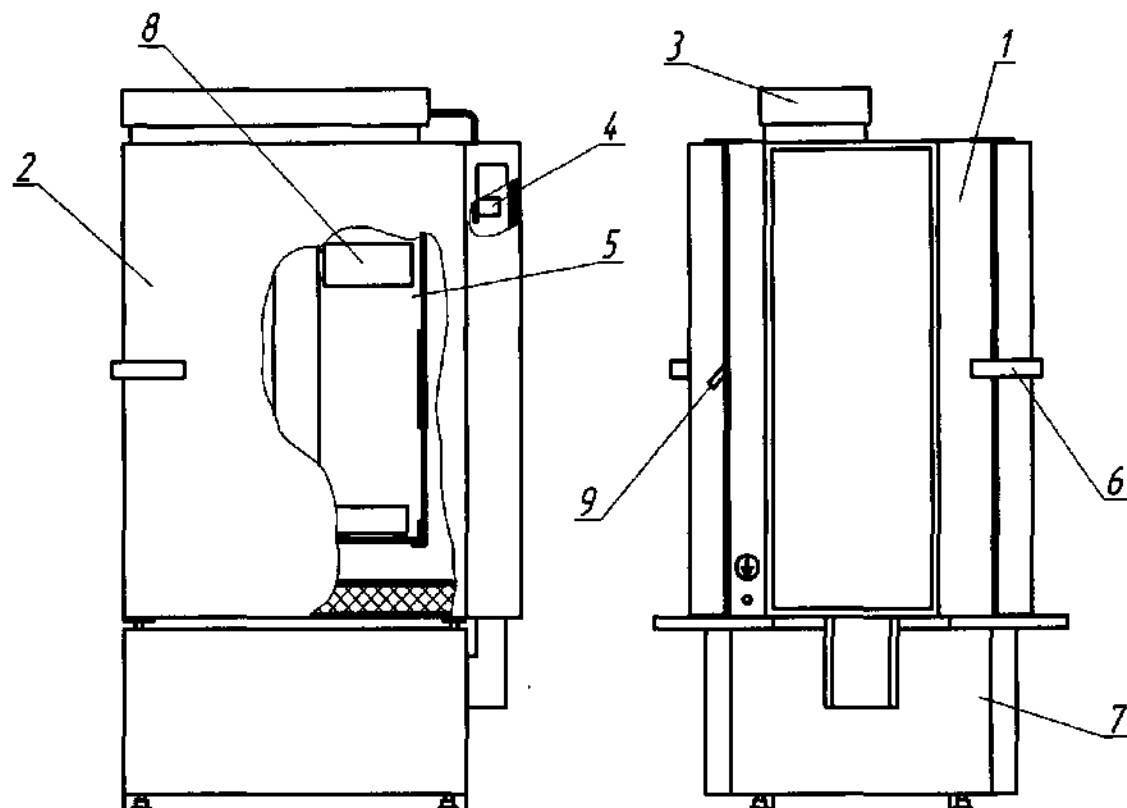
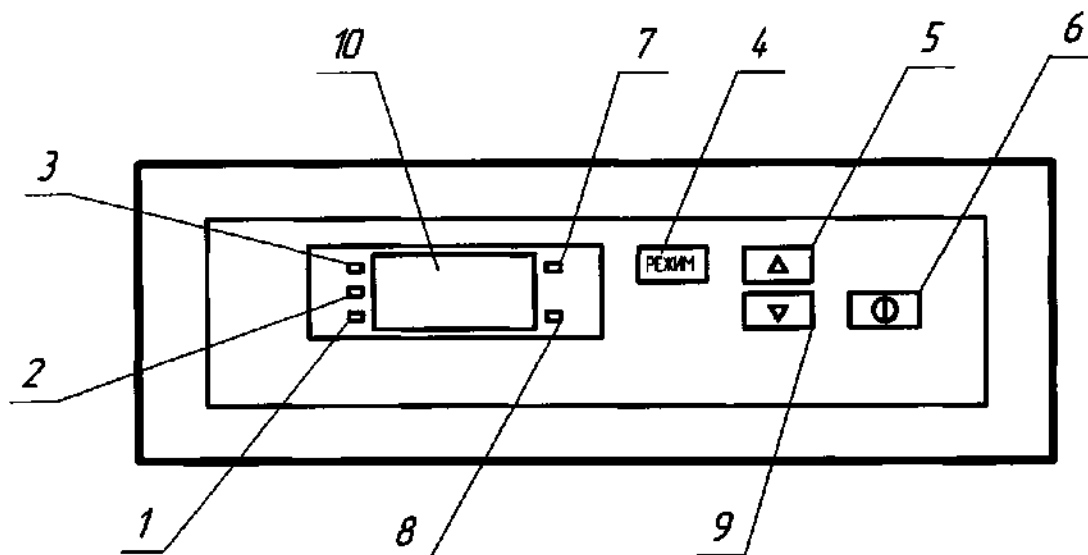
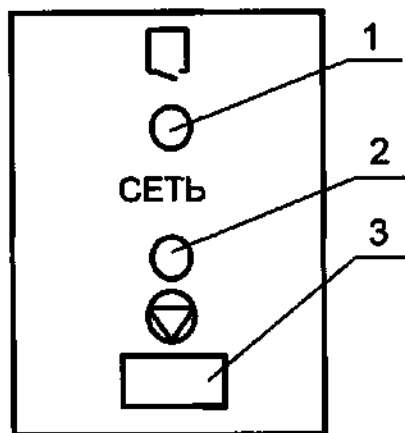

Рисунок 1 – Стерилизатор воздушный двухдверный ПД-320-ПЗ
Рисунок 2 – Расположение органов управления стерилизаторами на блоке управления
Рисунок 4 – Расположение органов управления стерилизатором на панели подставки.
Общий вид стерилизатора приведён на рис. 1.
Двери закрываются при помощи ручки (поз.6, рис.1).
После включения стерилизатора переводом автоматического выключателя (поз.9, рис.1) в положение "I". На блоке управления загорится индикатор (поз.7, рис. 2), показывающий текущую температуру в стерилизационной камере.
Для запуска выбранной программы кратковременно (не более 2 сек) нажать на поле " " (поз.6, рис. 2). Стерилизатор перейдет в фазу «ПОДГОТОВКА». Информационное табло индицирует изменение температуры в камере. Происходит нагрев до установленного значения температуры.
При достижении заданной температуры стерилизатор переходит в фазу «СТЕРИЛИЗАЦИЯ». Включается светодиодный индикатор "СТЕРИЛИЗАЦИЯ" (поз.3, рис. 2), информационное табло попеременно индицирует время выдержки и текущую температуру в камере. Происходит выдержка при заданной температуре, по истечении которой стерилизатор переходит в фазу «ОХЛАЖДЕНИЕ».
В фазе «ОХЛАЖДЕНИЕ» индикатор продолжает показывать изменение температуры в камере и горит индикатор "ОХЛАЖДЕНИЕ" (поз.2,рис. 2). Температура в камере падает. При понижении температуры до 75°C гаснет индикатор "ОХЛАЖДЕНИЕ", загорается индикатор "ВЫГРУЗКА" (поз.1, рис. 2) и звучит прерывистый звуковой сигнал, который выключается через 1 минуту.
ВНИМАНИЕ! НЕОБХОДИМО ПРОВЕРИТЬ НАПРАВЛЕНИЕ ВРАЩЕНИЯ КРЫЛЬЧАТКИ АКТИВАТОРА ВНУТРИ СТЕРИЛИЗАЦИОННОЙ КАМЕРЫ. ДЛЯ ЭТОГО ВКЛЮЧИТЬ СТЕРИЛИЗАТОР ПЕРЕВОДОМ АВТОМАТИЧЕСКОГО ВЫКЛЮЧАТЕЛЯ В ПОЛОЖЕНИЕ "I" (поз.9, рис. 1) И НАЖАТЬ НА ПОЛЕ "ПУСК" (поз. 6 рис. 2). ЕСЛИ КРЫЛЬЧАТКА ВРАЩАЕТСЯ ПО ЧАСОВОЙ СТРЕЛКЕ, ТО НЕОБХОДИМО ПОМЕНЯТЬ МЕСТАМИ ДВА ЛЮБЫХ ФАЗНЫХ ПРОВОДА ПИТАЮЩЕЙ СЕТИ.
2.3.2 Включить стерилизатор переводом автоматического выключателя (поз. 9, рис. 1) в положение "I". На блоке управления загорится индикатор отображения температуры (поз. 7, рис. 2), и на информационном табло (поз. 10, рис. 2) отображается текущая температура в стерилизационной камере.
Кратковременно (не более 2 сек.) нажать на поле "⊙" (поз. 6, рис. 2), при этом включится вентилятор принудительной циркуляции воздуха внутри стерилизационной камеры. Информационное табло показывает изменение температуры.
2.3.5 При достижении температуры заданного режима включается светодиодный индикатор "СТЕРИЛИЗАЦИЯ" (поз.3, рис. 2), а на информационном табло попеременно отображаются температура в камере и время работы в выбранном режиме. При необходимости процесс можно прервать, нажав на поле "ⓘ" (поз.6, рис.2) на блоке управления и удерживая в течение не менее 3 секунд.
2.3.6 После окончания времени стерилизации заданного режима гаснет запытая на дисплее индикации температуры и индикатор "СТЕРИЛИЗАЦИЯ". Индикатор температуры продолжает показывать изменение температуры в камере. Температура в камере падает. Загорается индикатор "ОХЛАЖДЕНИЕ" (поз.2, рис. 2).
2.3.7 При понижении температуры до 75°C гаснет индикатор "ОХЛАЖДЕНИЕ", загорается индикатор "ВЫГРУЗКА" (поз.1, рис. 2), выключается электродвигатель принудительной циркуляции воздуха, звучит непрерывный звуковой сигнал, который выключится через одну минуту. Нажать на поле "ⓘ" и удерживать в течение не менее 3 секунд. В случае аварийного отключения напряжения питания при последующем включении стерилизатора необходимо обнулить процессор нажатием и удерживанием в течение не менее 3 секунд поля "ⓘ".
2.3.9 По окончании работы стерилизатор выключить переводом автоматического выключателя в положение "О" (поз.9, рис.1).
2.3.12 Для удобства управлением стерилизатора на панели подставки со стороны зоны выгрузки находится кнопка "СТОП" (поз.3, рис.4), дублирующая поле "СТОП" (поз.6, рис.2) на блоке управления, а также индикатор включения стерилизатора (поз.2 рис.4) и индикатор "ВЫГРУЗКА" (поз.1, рис.4) сигнализирующий об окончании режима стерилизации.